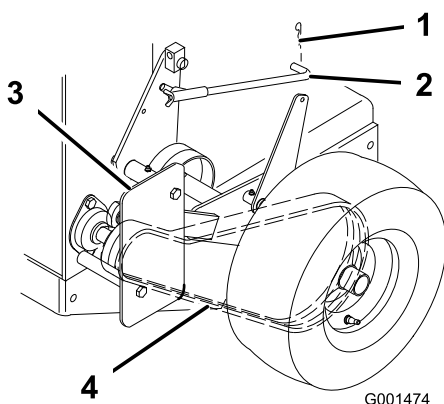

Figure 36
1. Enlevez la goupille fendue qui fixe la tige de frein au bras de frein pour détendre la poulie de tension de la courroie (Figure 36).
2. Enlevez les boulons inférieurs et desserrez les boulons supérieurs du déflecteur pour le faire pivoter et accéder à la courroie (Figure 36).
3. Soulevez la courroie et faites-la passer au-delà de la poulie de tension pour l'enlever de la poulie d'entraînement (Figure 36).
6. Fixez le déflecteur avec les boulons retirés précédemment, serrés au couple correct (Figure 36).
7. Fixez la tige de frein au bras de frein avec la goupille fendue (Figure 36).